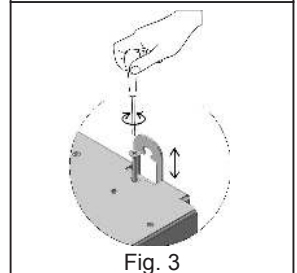

Fig. 3
- b) Nivellerende beugel achteraan met bevestiging met meegeleverde expansiepluggen (Fig. 3).